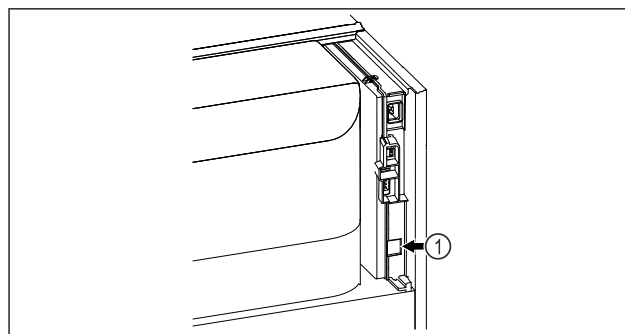

Fig. 85
- SmartModule Fig. 85 (1) naudojamas.